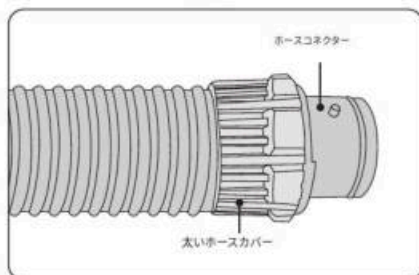

図4
- ④ 太いホースカバーを回し「カチッ」と音がするまで固定します。(図4)
- ④ シールド穴とガスケットのボタンを合わせ、「カチッ」と音がするまで押します。(図4)